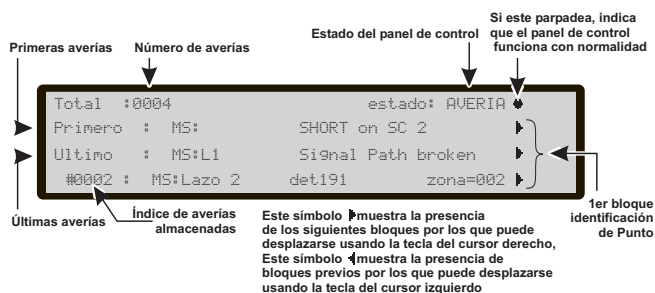

Figura 14 Pantalla: ESTADO AVERÍA.
- La Figura 14 muestra el estado de Avería en la Central.
Desde la Figura 14 en el ESTADO DE AVERÍA presionando la tecla **Derecha**, pasa el segundo bloque referido a las zonas en el estado AVERÍA; después use la tecla **Derecha** para pasar el tercer bloque referido a las **causas de AVERÍA**; luego use la tecla **Derecha**, para pasar el cuarto bloque, referido a los **Tiempos de avería y Eventos**.